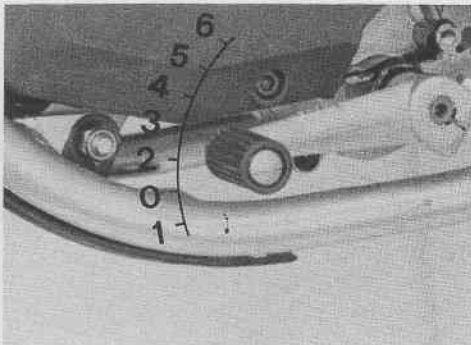

Fig. 9 - Pédale de selecteur
- Mettre la pédale de selecteur au point mort (Fig. 9).